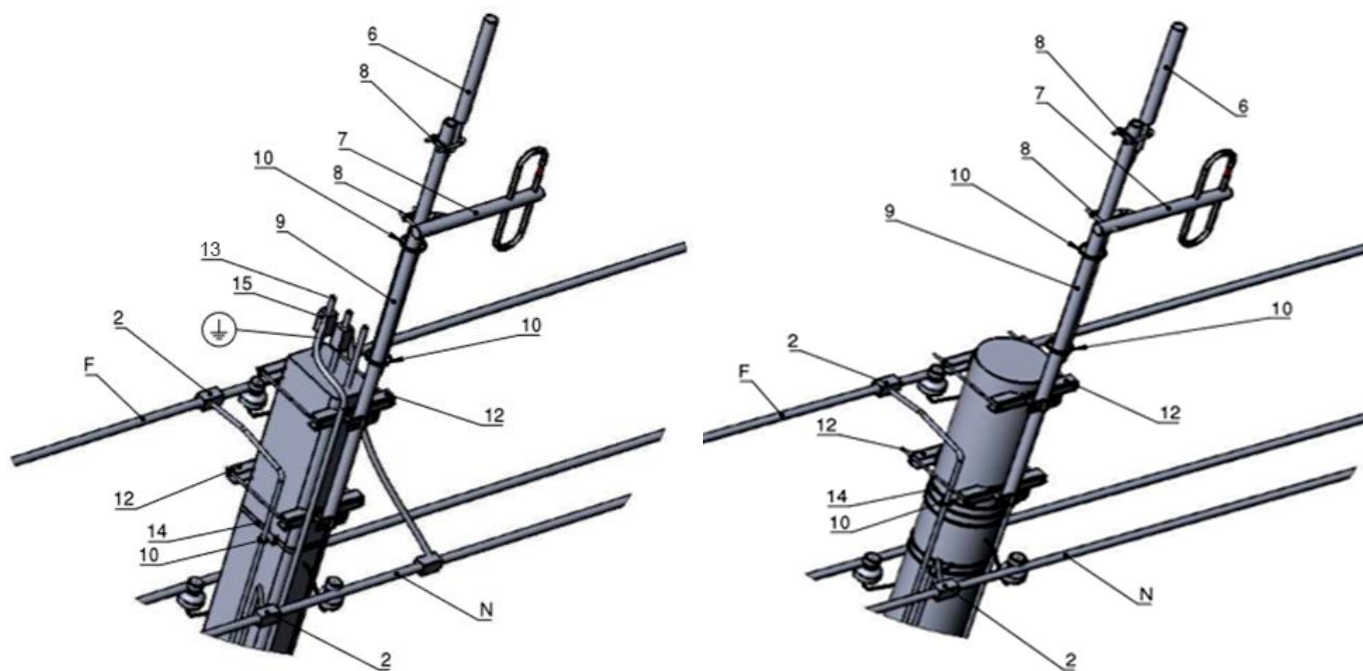

Рис. 2 Монтаж антенн на опору
В процессе монтажа необходимо соблюдать допустимые расстояния между комплектующими и элементами УСПД. (см. рис. 2)
1. Антенны (7, 6 на рис. 2) закрепить на мачте (9 на рис. 2) с соблюдением вышеизложенных требований. Коаксиальные кабели стяжками закрепить вдоль мачты.
2. Мачту установить на верхнюю часть столба с помощью зажимных кронштейнов (12 на рис. 2).
4. Коаксиальные кабели, идущие от антенн завести в функциональный шкаф УСПД через гермовводы. Кабель передающей антенны подключить к разъему **ТХ**, принимающей — **RX**. Кабели закрепить стяжками к фиксаторам (14 на рис. 2, 3)
6. Заземлить функциональный блок УСПД. Для этого соединить клемму заземления на монтажной панели внутри функционального блока с арматурой железобетонной опоры (13 на рис. 2). В случае деревянного столба, производится модульно-штыревое заземление (см. рис. 3).